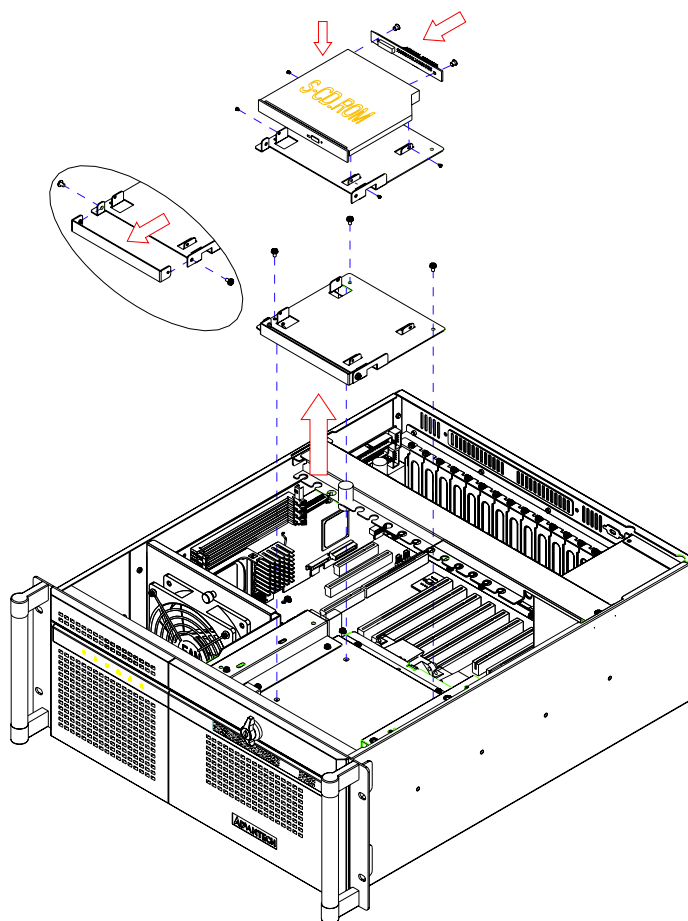

图 2.9: 安装薄型光驱
5. 卸下薄型光驱托架及其前盖上的螺丝, 然后用 4 个螺丝将光驱固定在托架上 (如图 2.9 所示)。